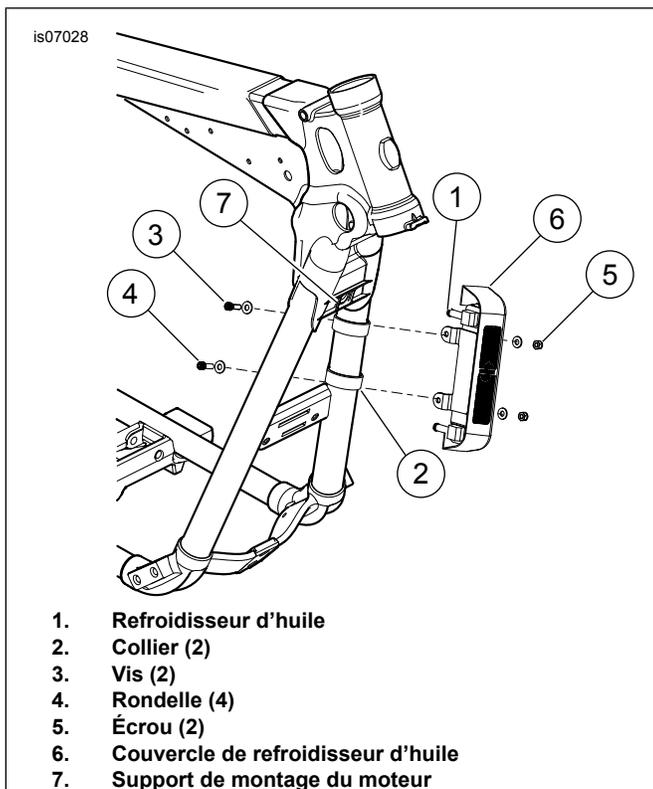

Figure 2. Montage de l'ensemble de refroidisseur d'huile
1. Voir Figure 2. Installer le refroidisseur d'huile (1) sur le tube descendant gauche avec deux colliers (2), deux vis à tête creuse (3), quatre rondelles (4) et deux écrous (5). Aligner les colliers avec le côté plat vers l'extérieur et positionner le support supérieur à pas plus de 31,8 mm (1 1/2 in) du bas du support de montage du moteur (7). Serrer les vis à un couple de 10,2–13,5 N·m (90–119 in-lbs).